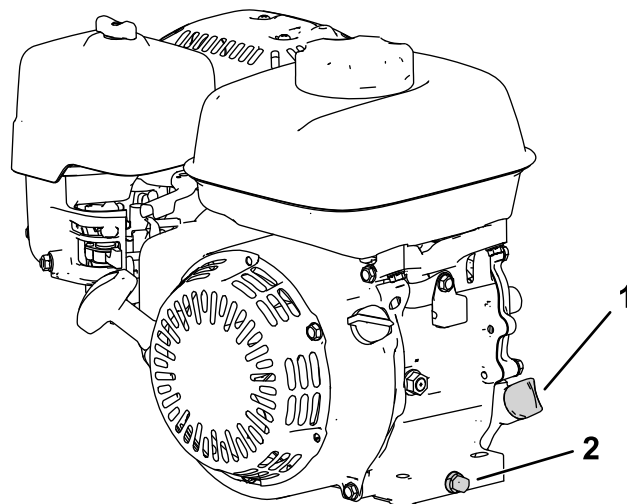

Figura 29
2. Coloque a máquina de maneira a que o motor esteja nivelado e limpe a área à volta do tubo de enchimento de óleo (Figura 29).
- Retire o tampão de escoamento, anilha e vareta (Figura 29).